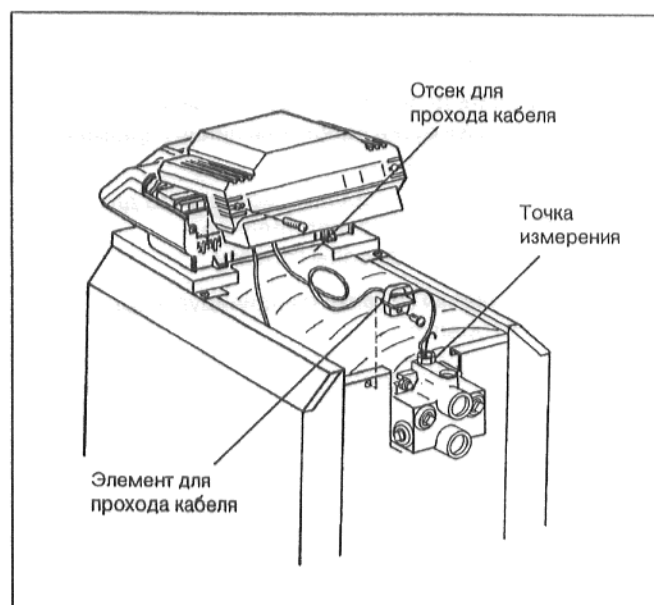

рис. 27
- Вложить капиллярные трубки и линию датчиков температуры воды котла в отсек для прохода кабеля в переднем кожухе котла (рис. 27).
- Размотать капиллярные трубки датчиков температуры и линии датчиков до требуемой длины, чтобы они доходили до точки измерения (рис. 27).
- Привинтить элемент для прохода кабеля к задней стенке котла и пропустить через него капиллярные трубки и линии датчика (рис. 27).
- Привинтить закрывающий кожух обратно к устройству регулирования (рис. 27).